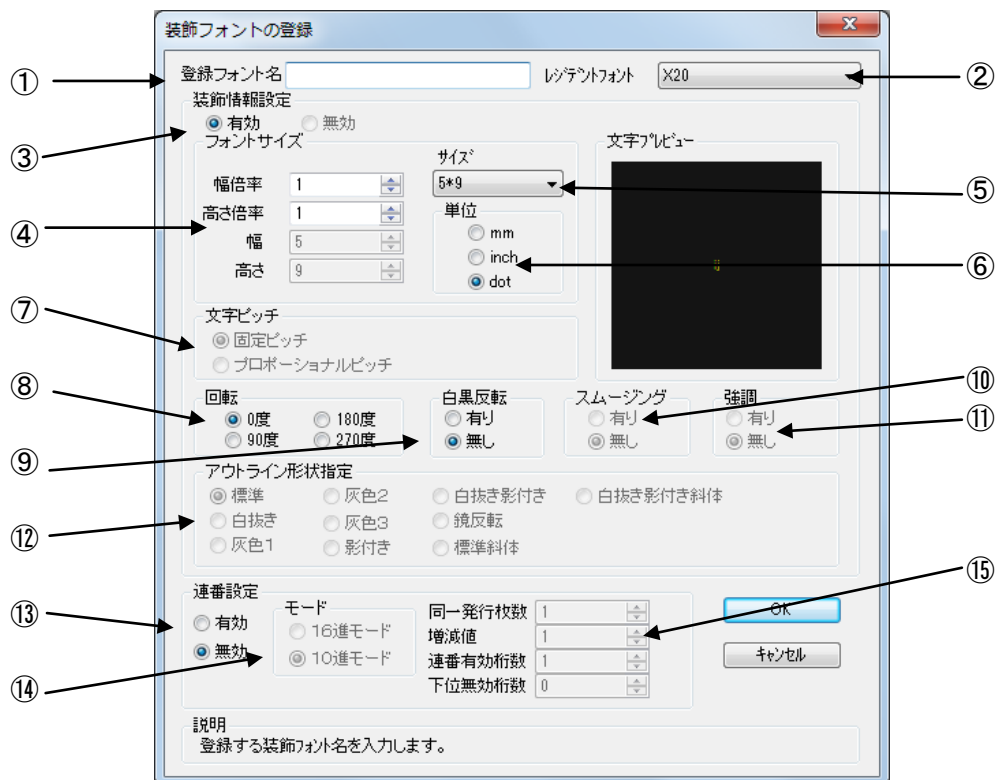
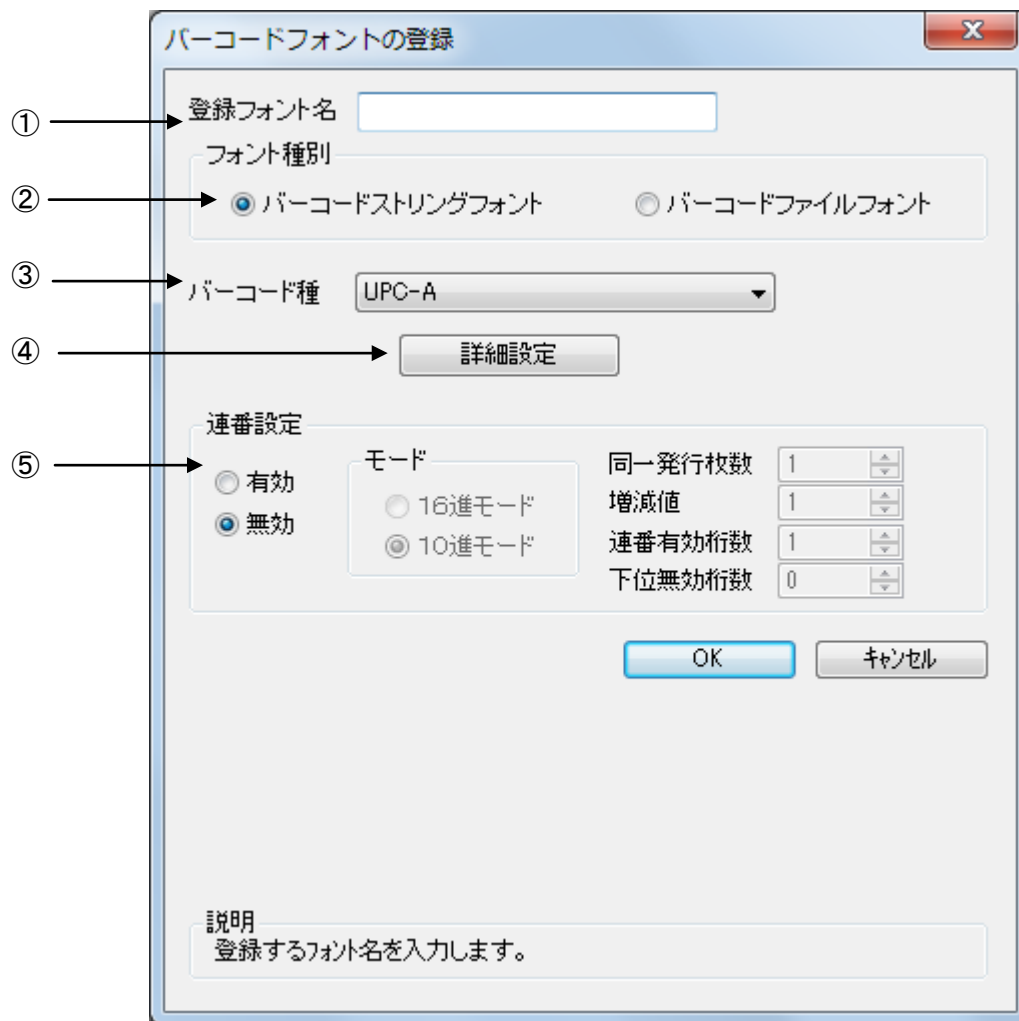

図 1.6.2 装飾フォント登録画面
図 1.6.3 バーコードフォント
- ①装飾フォントを新規登録します。クリックすることにより図 1.6.2 装飾フォント登録画面が表示されます。
- ②チェックしておくことにより、「新規登録」を選択した際の初期値に、登録済み装飾フォントのデータを適用できます。
- ③登録済み装飾フォントの設定を変更できます。クリックすることにより図 1.6.2 装飾フォント登録画面が表示されます。
- ④登録済み装飾フォントを削除します。
- ⑤バーコードフォントを新規登録します。クリックすることにより図 1.6.3 バーコードフォント登録画面が表示されます。
- ⑥チェックしておくことにより、「新規登録」を選択した際の初期値に、登録済みバーコードフォントのデータを適用できます。
- ⑦登録済みのバーコードフォントの設定を変更できます。クリックすることにより図 1.6.3 バーコードフォント登録画面が表示されます。
- ⑧登録済みのバーコードフォントを削除します。